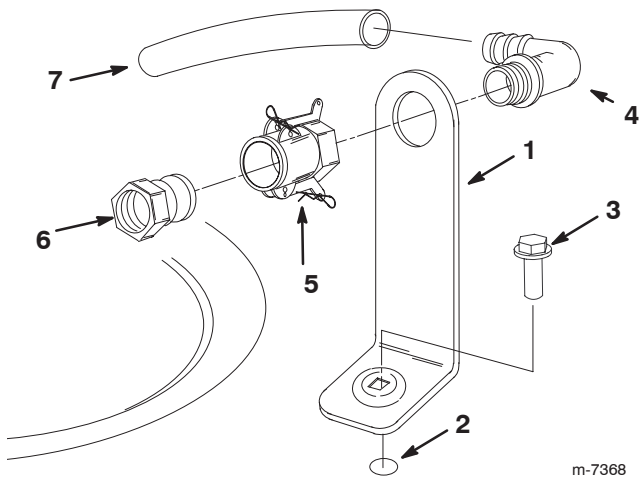

Figure 2
1. Placez le support de prise de remplissage au-dessus du trou fileté de la cuve et fixez-le avec un boulon à collerette (5/16 x 3/4 pouce) (Fig. 2).
2. Passez l'extrémité fileté du raccord coudé dans le trou du support et vissez-y le raccord rapide pour le fixer au support (Fig. 2).
3. Raccordez l'adaptateur de flexible au raccord rapide (Fig. 2).
4. Bloquez l'adaptateur en place en basculant les leviers vers l'adaptateur puis en les fixant en position avec les goupilles fendues (Fig. 2).
5. Placez le flexible anti-siphonnage sur l'extrémité cannelée du raccord coudé à 90 degrés (Fig. 2).